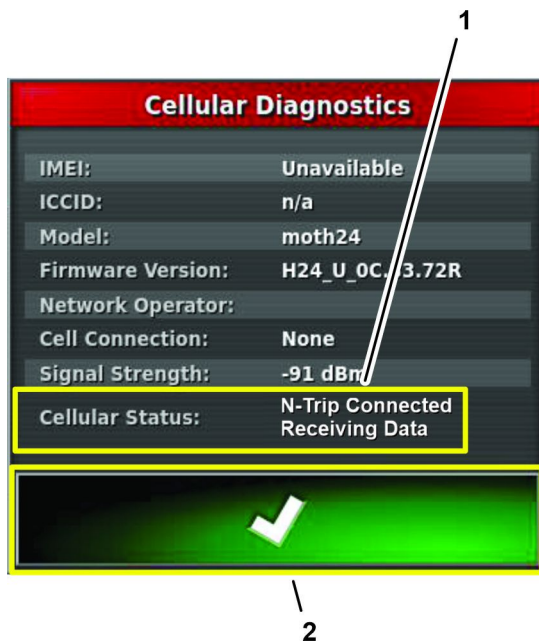

图 168
- 按“电池诊断”图标确认电池状态栏显示无跳闸已连接接收数据图 168。